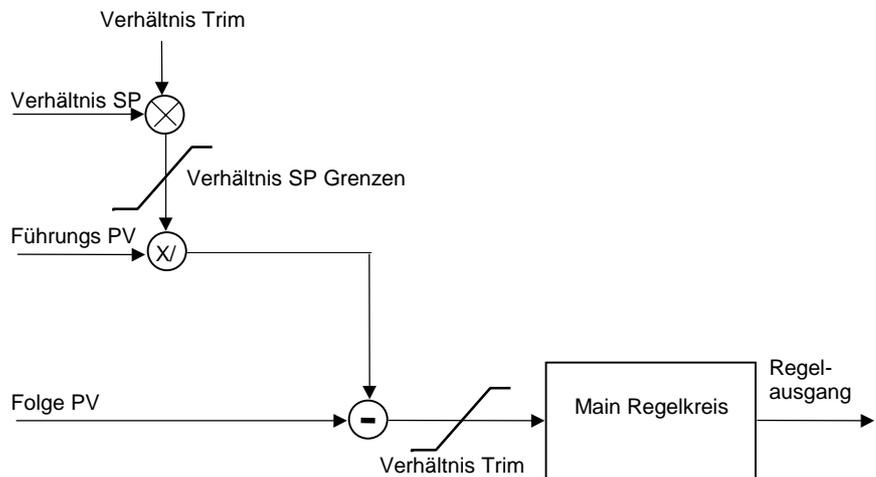

Abbildung 9.2: Einfache Verhältnisregelung
In Abbildung 9.2 sehen Sie ein Blockdiagramm eines einfachen Verhältnisreglers. Der Führungsprozeßwert (PV) wird mit dem Verhältnissollwert multipliziert oder durch ihn dividiert, um den Regelsollwert zu erhalten. Vor der Sollwertberechnung können Sie dem Verhältnissollwert einen Verhältnistrimwert aufschalten. Der Sollwert muß immer innerhalb der Betriebsgrenzen liegen. Ein weiterer Vorteil dieser Regelung ist die automatische Berechnung des aktuell gemessenen Verhältnisses, das Sie sich auf dem Regler anzeigen lassen können.